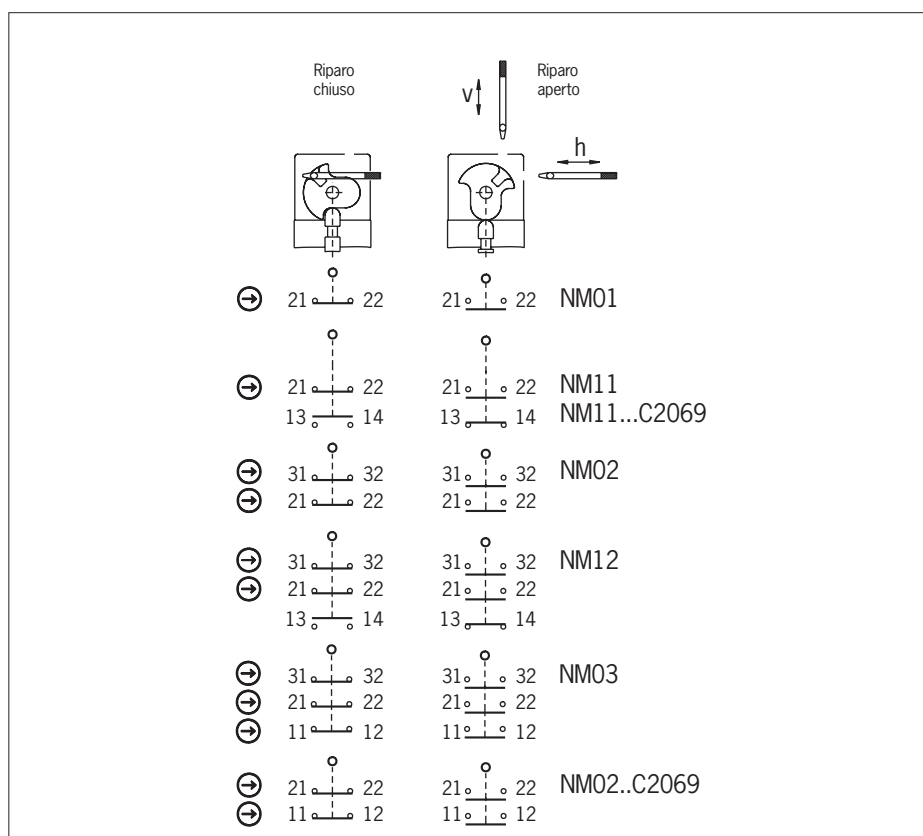

Fig. 3: Microinterruttori e commutazioni
Occorre utilizzare almeno un contatto (→). Questo segnala la posizione del riparo (per la disposizione dei contatti vedere Fig. 3).
3. Collegare e serrare i morsetti con una coppia di 0,5 Nm (per la disposizione dei contatti vedere Fig. 3).